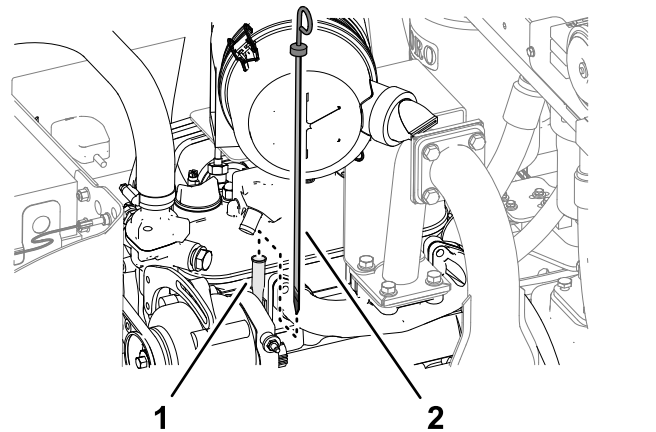

Figure 64
3. Sortez la jauge, essuyez-la sur un chiffon propre, replacez-la dans le goulot de remplissage, puis ressortez-la. Le niveau d'huile correct se situe entre les repères MAXIMUM et MINIMUM (Figure 64).
4. Si le niveau d'huile est trop bas, retirez le bouchon de remplissage et faites l'appoint d'huile jusqu'à ce que le niveau se situe entre les repères MINIMUM et MAXIMUM (Figure 64).